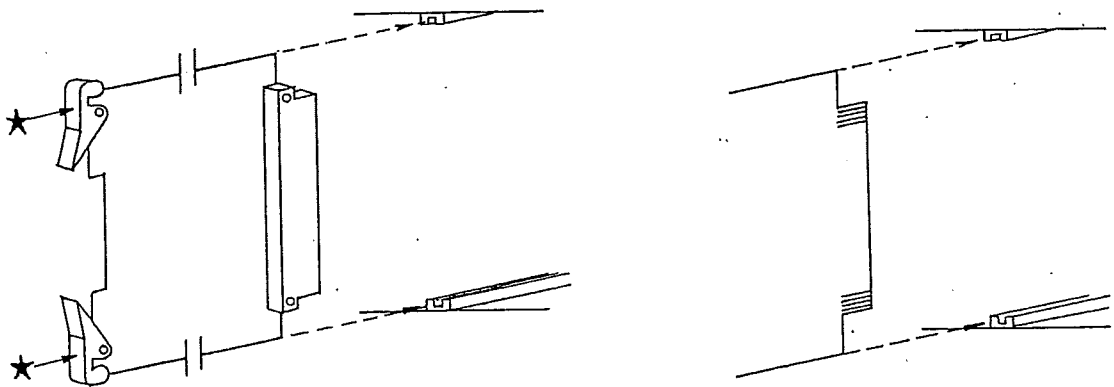

図 18
- ① 図18のようにプリント板のエッジと上下のガイドレールの溝に沿って軽く押し込み、コネクタが確実に接続するまで（コネクタ接触時、抵抗を感じる）カードプラ★印部分等を使って押し込みます。